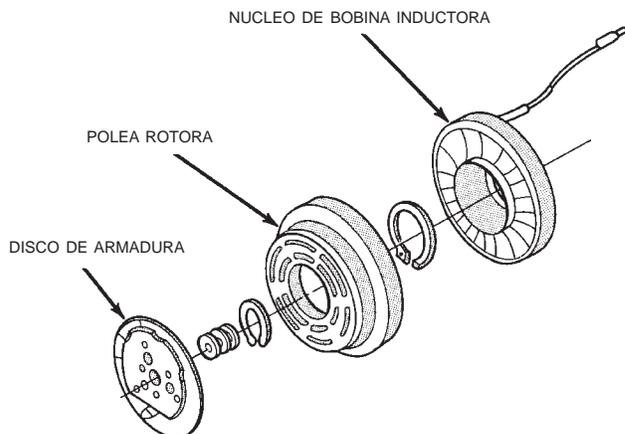

Fig. 21 Disco de embrague/polea/bobina inductora
- (3) Terraje levemente el disco de embrague con un martillo de plástico y retire el disco y los espaciadores (Fig. 21).
- (4) Retire el anillo de muelle de retención de la polea con alicates para estos anillos. Retire el conjunto de la polea del compresor. Utilice un martillo de plástico si fuera necesario.
- (5) Afloje las abrazaderas de retención del cable y retire el cable de la cubierta del extremo delantero del compresor. Desconecte el cable del conmutador del limitador térmico.
- (6) Retire el anillo de muelle que asegura el conjunto del núcleo de bobina inductora a la cubierta delantera (Fig. 21). Observe, durante el desmontaje, la alineación del núcleo de bobina inductora.